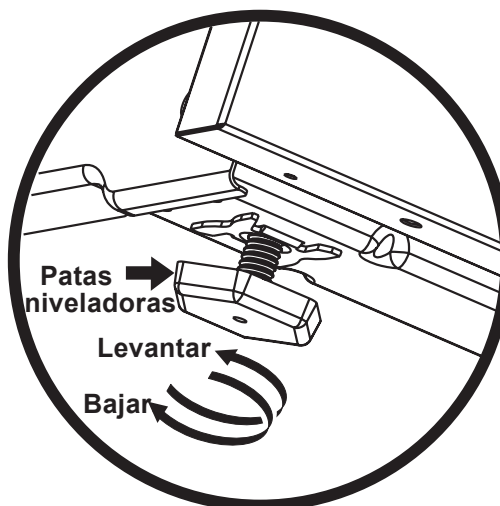

Figura 11
2. Ponga un nivel sobre la parrilla (figura 15). Tome dos lecturas con el nivel puesto diagonalmente en una dirección y después en la otra. Nivele la estufa, si es necesario, ajustando las 4 patas niveladoras con una llave de tuercas (figura 11).